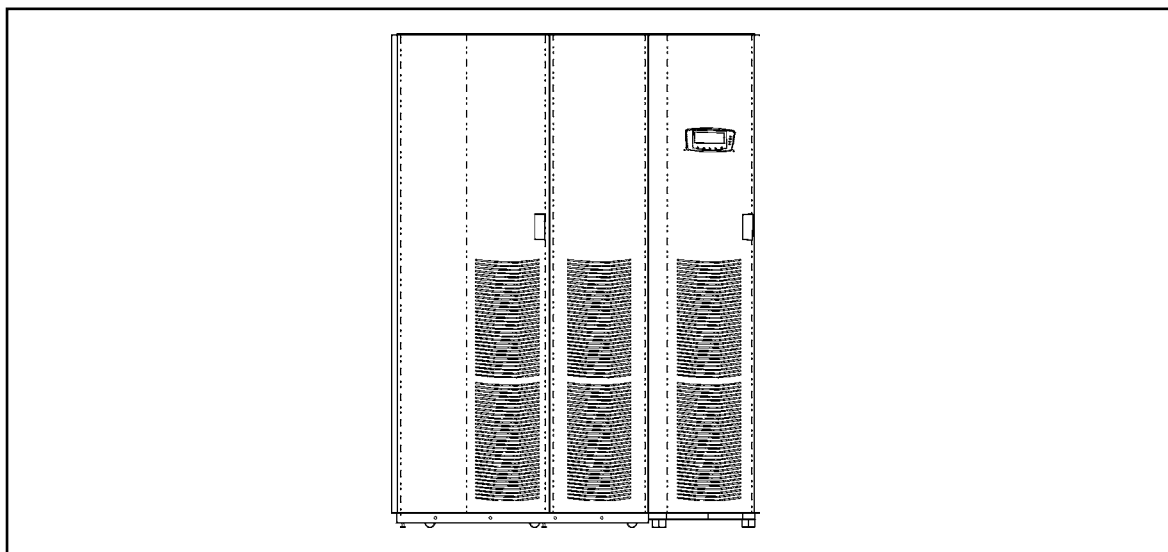

Рис. 10. ИБП 40-80 кВА с большим батарейным шкафом
13. Выполните заземление шкафа батарей с помощью короткого кабеля из монтажного комплекта и проходного отверстия в боковой стенке ИБП. Используйте соответствующие клеммы в шкафах – под нижним лотком в батарейном шкафу и около дверной петли в шкафу ИБП (см. Рис. 10). Необходимые крепежные элементы находятся в монтажном комплекте.
12. Выполните заземление шкафа батареей с помощью короткого кабеля из монтажного комплекта и отверстия в боковой стенке ИБП. Используйте соответствующие клеммы в шкафах – под нижним лотком в батарейном шкафу и около дверной петли в шкафу ИБП (см. Рис. 10). Необходимые крепежные элементы Вы найдете в монтажном комплекте.